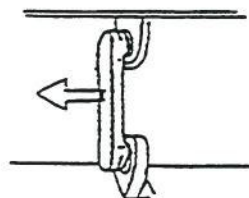

Abb. 3
- c) Verbindungsgestänge der Luftmischklappe entfernen (siehe Abb. 3).